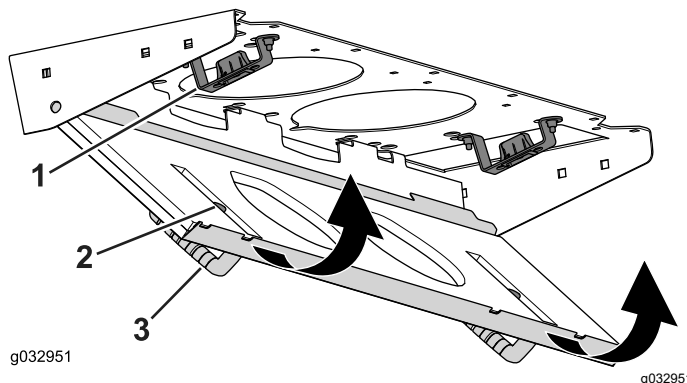

Figura 90
4. Gire la rejilla del filtro sobre las pestañas hasta que el cierre se enganche en el soporte (Figura 90).